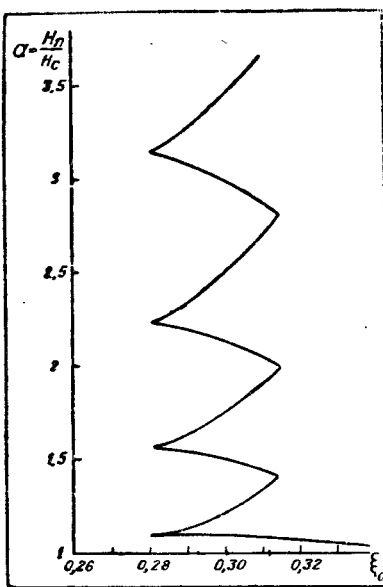

Рис. 9
С изменением режима коэффициент ξ_0 меняется сравнительно в небольших пределах. Теоретически можно подсчитать, что при изменении отношения рабочего магнитного поля к критическому полю $\frac{H_n}{H_c}$ ξ_0 изменяется периодически в пределах от 0,28 до 0,315. Практически, вследствие неоднородности магнетронов, этот предел несколько шире (порядка от 0,25 до 0,35). На рис. 9 дана указанная выше зависимость.
3) По кривой рис. 9 для $\alpha = 1,26$ $\xi_0 = 0,3$.